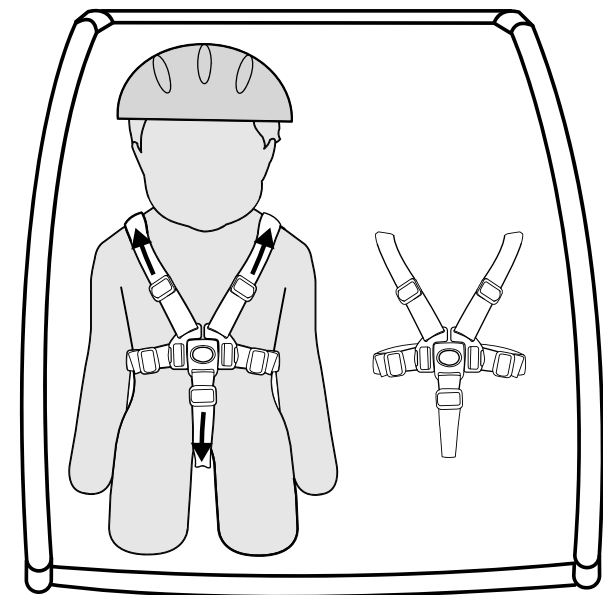

Abbildung 22
3. Wird nur ein Kind in einem zweisitzigen Anhänger transportiert, muss das Kind immer rechts sitzen (Abbildung 22).